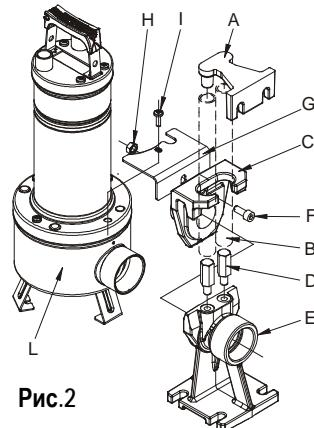

Рис.2
- Для стационарной установки рекомендуется использовать подъемный механизм DSD2 (поставляется по заказу – **Рис.2**) для облегчения выполнения технического обслуживания электронасоса. Этот механизм устанавливается между напорным отверстием электронасоса и трубопроводом и в процессе технического обслуживания помогает избежать съема напорного трубопровода. Механизм DSD2 состоит из 8 частей, плюс один, не входящий в комплект (трубы 3/4"):
Опора устанавливается на дно и прикрепляется расширителями винтами, соответствующего размера. Крепежная скоба для труб располагается в верхней части колодца и вставляется с конца двух труб 3/4" (не входят в комплект), которые выполняют роль желоба. Две трубы соединяют скобу с опорой. Соединить скобу основания с фильтром насоса рядом с напорным отверстием, закрепляя ее двумя винтами, предусмотренными для блокировки крышки фильтра. Вынуть верхний болт из фланца с нагнетательной стороны (I). Установить блокировочную скобу против вращения (G). Восстановить болт на место (I). Снять суппорт с соединительной ножкой и соединить его с нагнетательным отверстием насоса. При помощи болта F и гайки H прикрепить суппорт к насосу, как показано на схеме. Установить узел суппорт/насос на ножку (Рис.2).